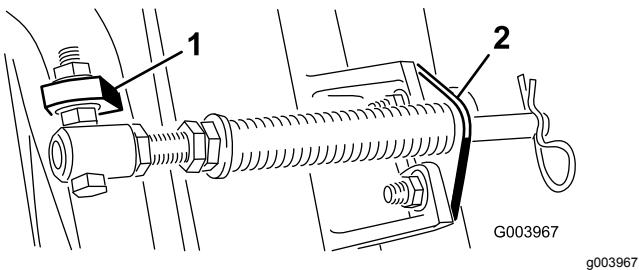
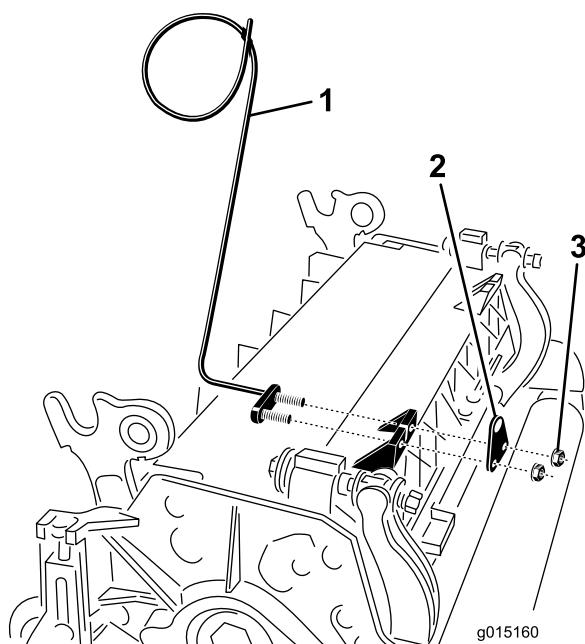

Figure 11
Figure 13
Remarque: Placez la tête du boulon sur le côté extérieur de la patte, comme montré à la Figure 11.
E. Montez le support de tige sur les pattes de l'unité de coupe à l'aide des boulons de carrosserie et des écrous (Figure 11). Sur l'unité de coupe, montez le guide de flexible gauche devant les pattes de l'unité quand vous reposez le support de tige (Figure 13).